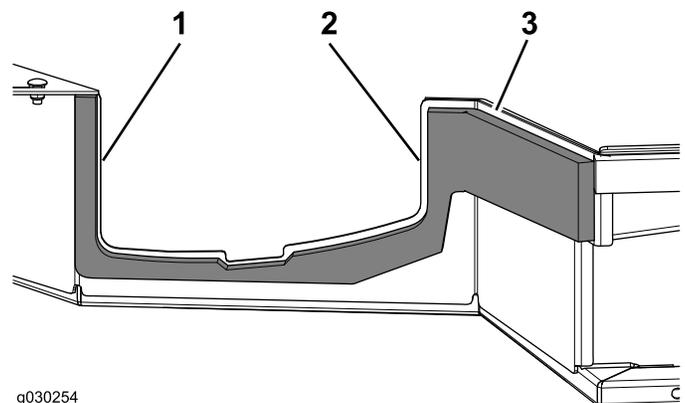

Bild 13
4. Verwenden Sie für das Platzieren der Dichtungen die in Bild 13 angegebenen Werte.